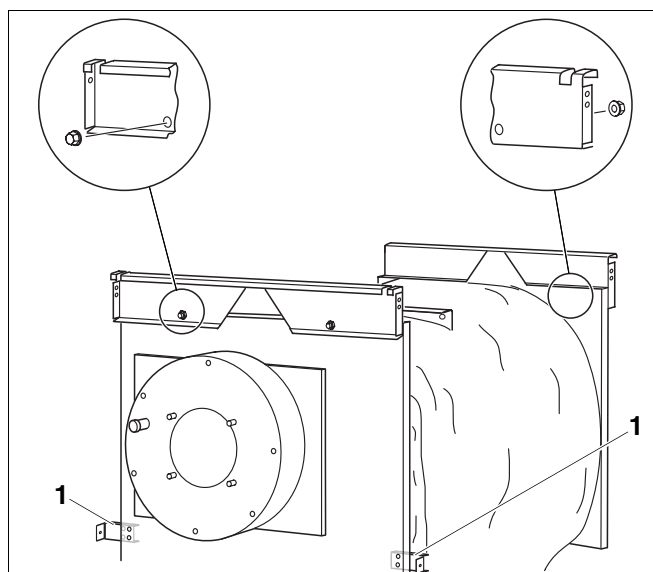

Fig. 9 Traverser
- Isæt den forreste travers (trapezformet udskæring nedad) i gevindtappene med de 2 huller foroven, og skru den fast med møtrikker (fig. 9).
- Isæt den bageste travers (trapezformet udskæring nedad) i gevindtappene med de 2 huller foroven, og skru den fast med møtrikker (fig. 9).
Afkantningerne på traverserne skal vende udad (fig. 9).
- Fastgør de midterste traverser foran (fig. 9, **pos. 1**) løst til venstre og højre med to skruer og to skiver.
Fastgør kun den midterste travers (fig. 9, **pos. 1**) løst først. Traverserne skal først skrues fast, når de er justeret og skruet sammen med den forreste sidevæg.